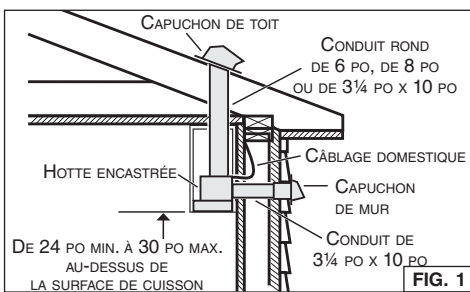

FIG. 1
- Établir où le conduit passera entre la hotte et l'extérieur (FIG. 1).